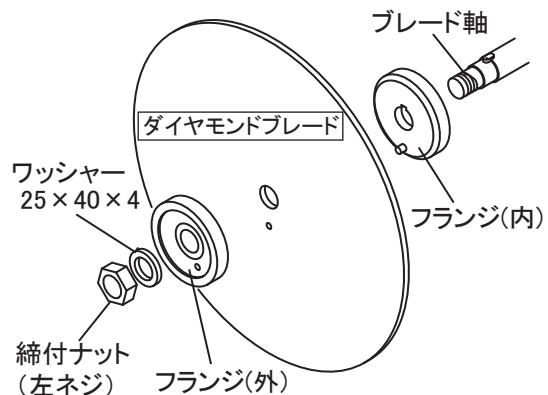

図 14
1. ブレード軸にフランジ(内)、ダイヤモンドブレード、フランジ(外)、ワッシャー25×40×4 の順に取り付け最後に締付ナット(左ネジ)で充分に締め付けてください。(図14)